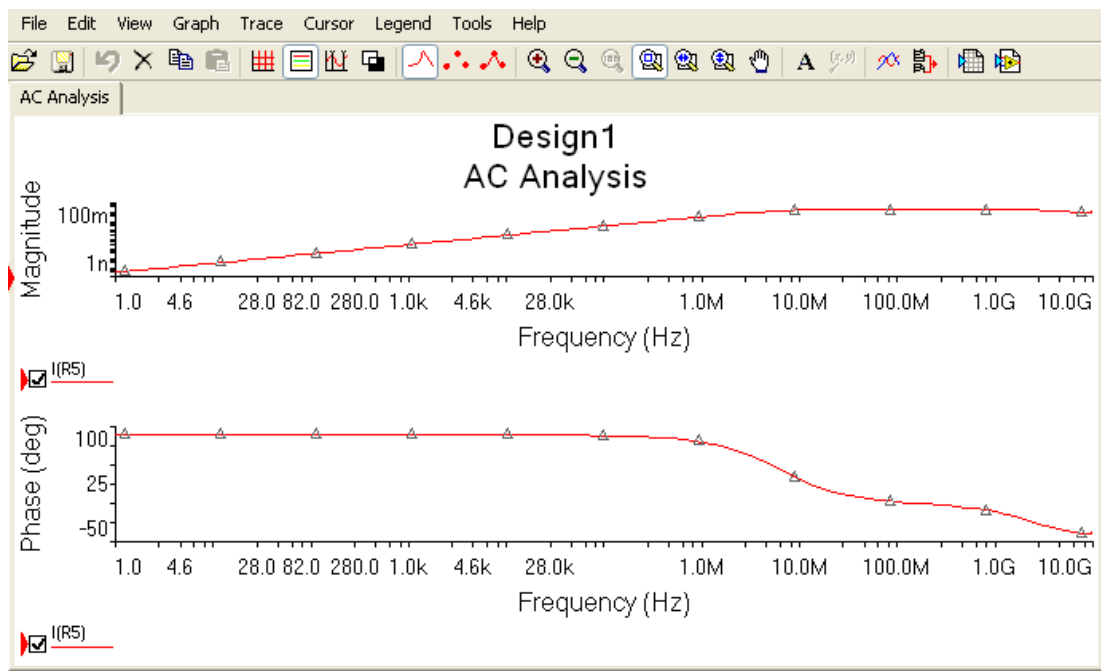

Рисунок 11.2 – АЧХ
- Зробити рисунок з екрана вимірювача АЧХ (рис.11.2) осцилограм залежностей  $z_{вих}(f_H)$ ,  $h_z(t)$ . Для різних значень  $C_{кб}$  і  $C_H$ .